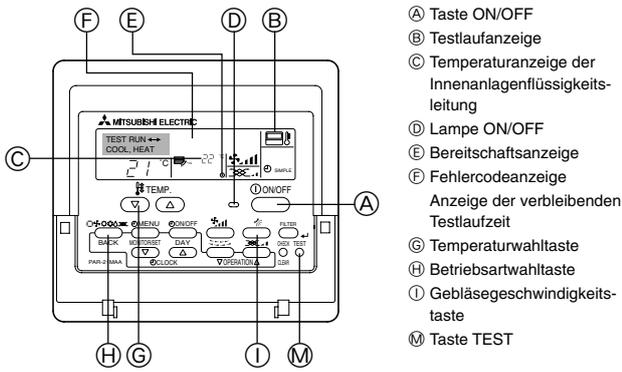

Fig. 9-2
9.2.2. Verdrahtete Fernbedienung (Fig. 9-2)
- ① Den Strom mindestens 12 Stunden vor dem Testlauf einschalten.
- ② Die [TEST]-Taste zweimal drücken. ⇒ "TEST RUN"-Flüssigkristallanzeige (LCD)
- ③ Taste [Mode selection] (Wahl der Betriebsart) drücken. ⇒ Vergewissern, daß Luft ausgeblasen wird.
- ④ Taste [Mode selection] (Wahl der Betriebsart) drücken und die Betriebsart Kühlen (oder Heizen) einschalten. ⇒ Vergewissern, daß kalte (oder warme) Luft ausgeblasen wird.
- ⑤ Die Taste [Fan speed] (Luftgeschwindigkeit) drücken. ⇒ Vergewissern, daß die Luftgeschwindigkeit eingeschaltet ist.
- ⑥ Den Betrieb des Gebläses der Außenanlage überprüfen.
- ⑦ Durch Drücken der Taste [ON/OFF] den Testlauf freigeben. ⇒ Stopp
- ⑧ Speichern Sie eine Telefonnummer ein.